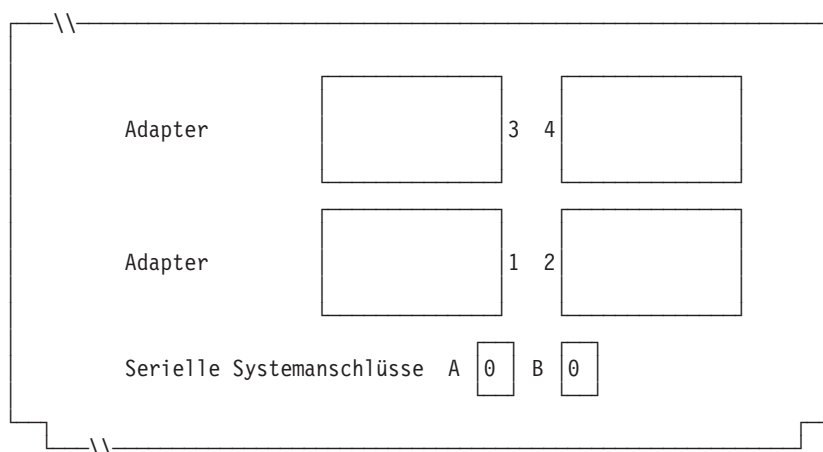

Abbildung 78. Rechte Seite der Rückseite einer Kombination Handelscomputer/Datenkasse IBM 4693-5x1 oder IBM 4693-7x1
Abb. 78 auf Seite 287 die Anschlussnummer eintragen. Eine Null (0) eintragen,